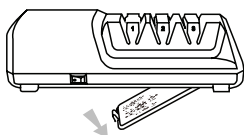

Abbildung 9
- 1) Demontieren Sie den Staubbehälter: Öffnen Sie den Staubbehälter, siehe Abbildung 9.